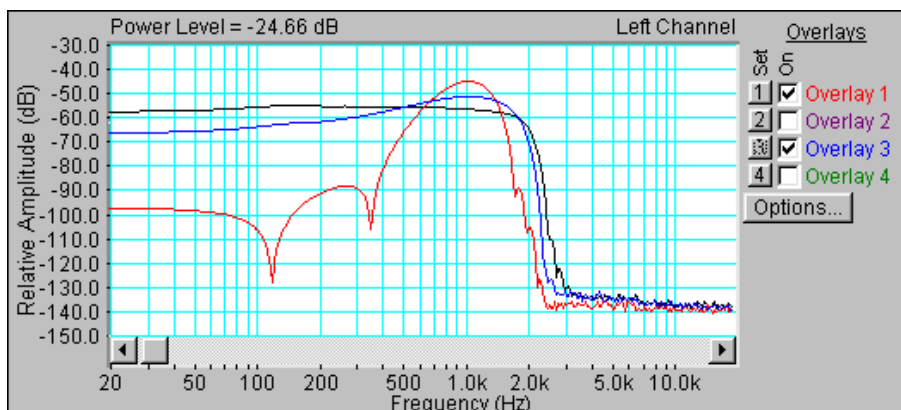

Рис.8.9. АЧХ полосового фильтра с различной крутизной спада и подъема
- Скопируйте график АЧХ фильтра (рис.8.9) в файл вашего отчета.